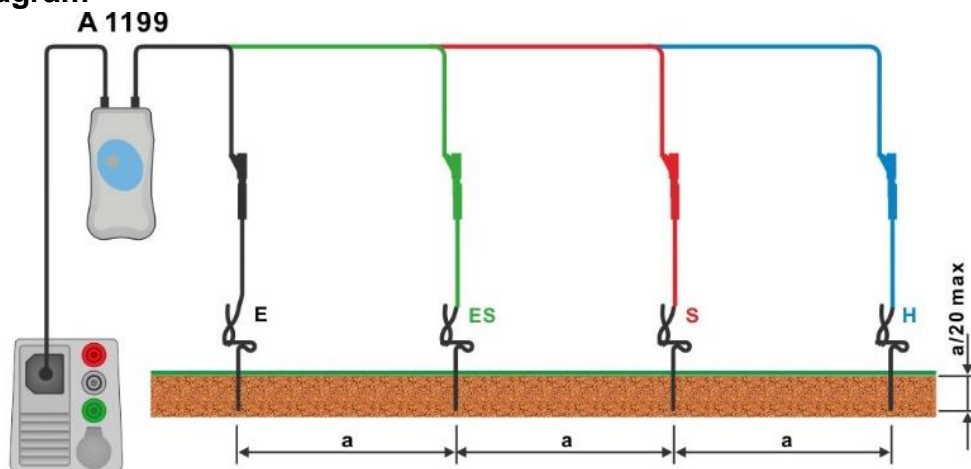

Fig. 4.78: Specifik Jordmotståndsmätning
- › Anslut testledningarna till Jordproberna, se **Fig. 4.78**